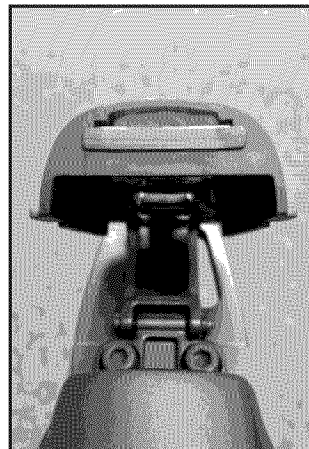

Figura 1
- Afloje los cuatro tornillos y extraiga la tapa de la batería. (Ver la figura 1).